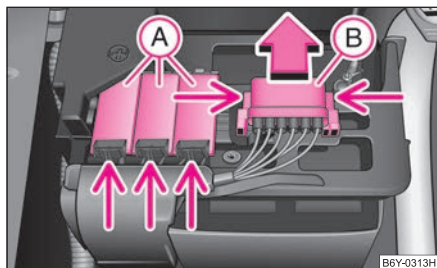

Fig. 168 Batterie: Cache des fusibles
- Poussez les verrouillages des cache-fusibles (A) ⇒ fig. 168 et ouvrez les caches.
- Appuyez en même temps sur les verrouillages du cache-fusibles (B) et poussez le cache dans le sens de la flèche pour l'enlever.
- Certains véhicules ne sont équipés que du cache (B) ⇒ fig. 168. ■